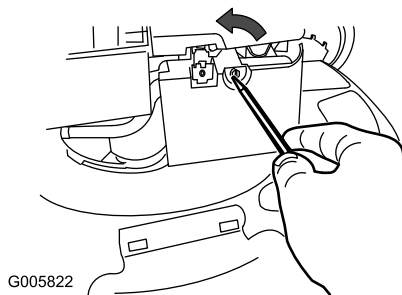

Figura 24
- Utilice un destornillador para abrir la tapa del filtro de aire (Figura 24).